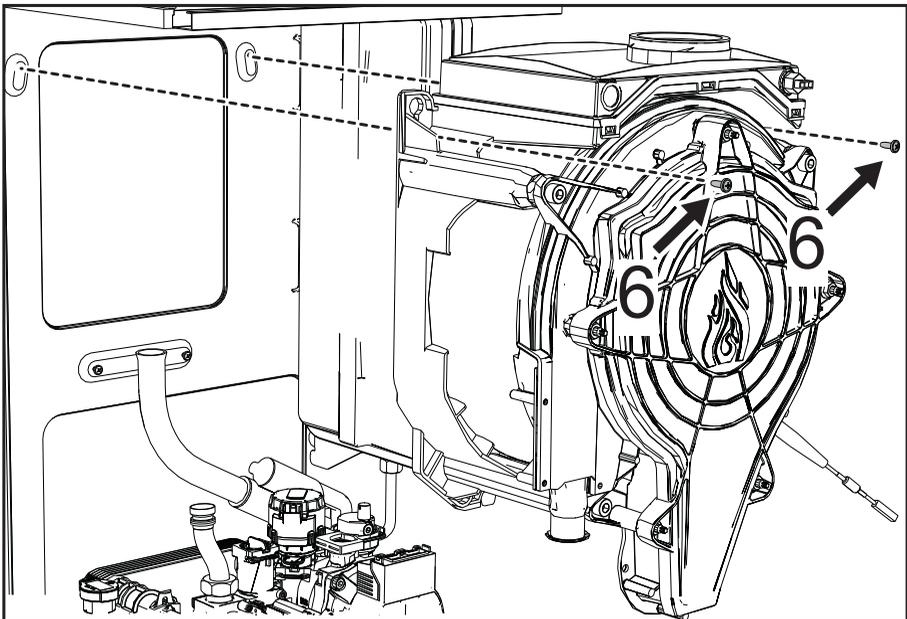

fig. 65
- Togliere le 2 viti **superiori "6"** di fissaggio scambiatore al telaio (fig. 65).